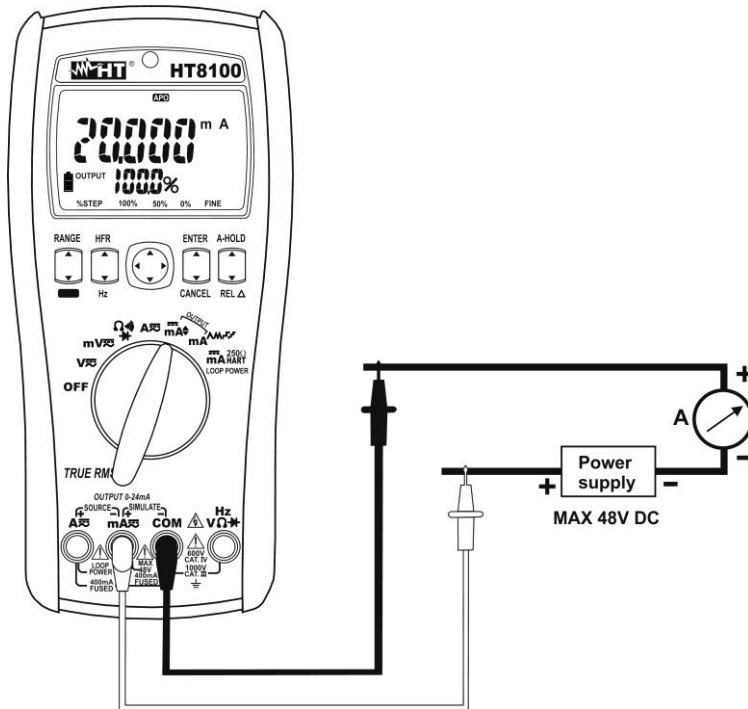

Abb. 9: Verwendung des Gerätes für die Simulation eines Wandlers
5. Stellen Sie die rote Messleitung und die schwarze Messleitung in die Punkte mit positivem Potenzial der externen Quelle und positivem Potenzial des externen Messgerätes (z.B.: Multimeter – siehe Abb. 9, Abb. 9).